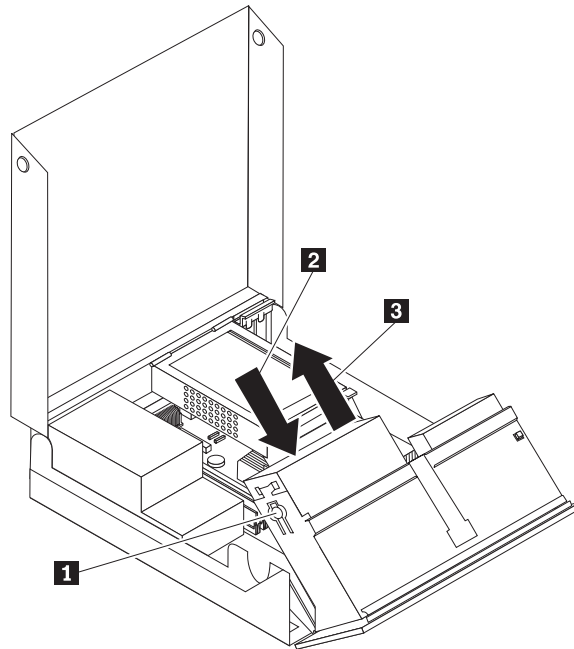

Figura 27. Extracción de la unidad óptica
5. Extraiga la unidad óptica del conjunto de bahías de unidades deslizándola hacia arriba **3**. Consulte la Figura 27 en la página 33.